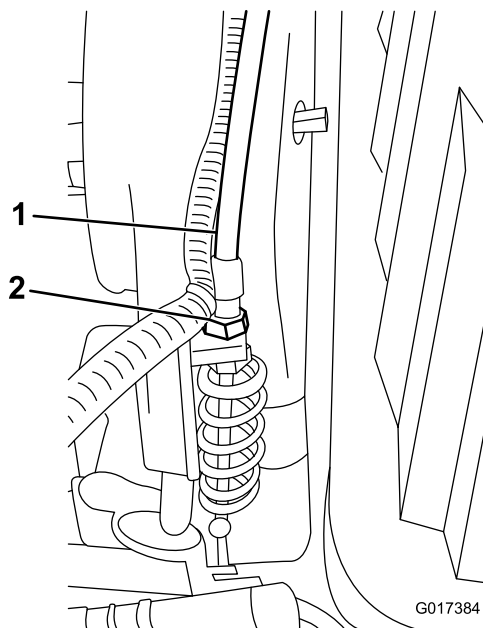

Figura 45
3. No anteparo da transmissão, ajustar o cabo de controlo do cilindro (Figura 45) para atingir um comprimento de mola de 70,6 a 72,4 mm.